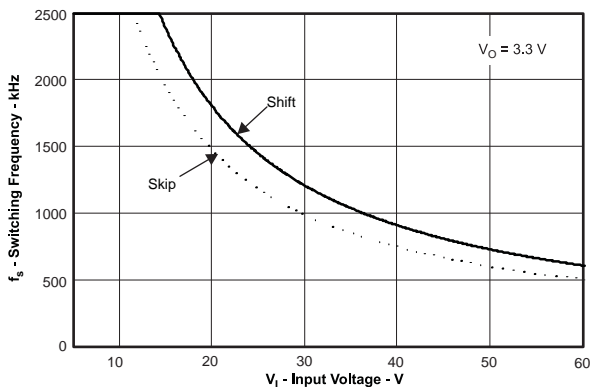

図 42. 最大スイッチング周波数 対 入力電圧
図42では、実線が周波数シフトに関する標準の安全動作領域を示し、出力電圧は 0V と仮定し、インダクタの抵抗が 0.130Ω 、FET のオン抵抗が 0.2Ω 、ダイオードの電圧降下が $0.5V$ です。点線は、パルスのスキップを避けるための最大スイッチング周波数です。これらの式をスプレッドシートまたは他のソフトウェアに入力するか、または SwitcherPro 設計ソフトウェアを使用してスイッチング周波数を決定します。
TPS54060Aでの標準の最小オン時間 t_{onmin} は130nsです。この例では、出力電圧が3.3Vで最大入力電圧が48Vであるため、式 (12) でインダクタ抵抗、オン抵抗、およびダイオード電圧を含めると、最大616kHzのスイッチング周波数を設定できます。設計で短絡発生時に過電流暴走が問題としないようにするには、式 (13) または図42の実線の曲線を使用して最大スイッチング周波数を決定します。最大入力電圧が48Vで、ダイオード電圧を0.5V、インダクタ抵抗を130m Ω 、スイッチ抵抗を400m Ω 、電流制限値を0.94A、短絡出力電圧を0.1Vと仮定すると、最大スイッチング周波数は約923kHzになります。